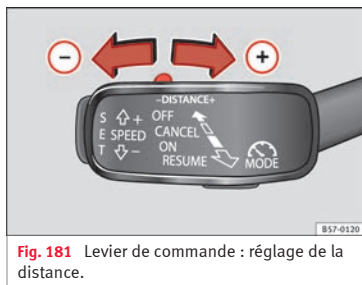

Fig. 181 Levier de commande : réglage de la distance.
- Pour indiquer la distance actuellement programmée, appuyez brièvement sur la commande à bascule » fig. 181.